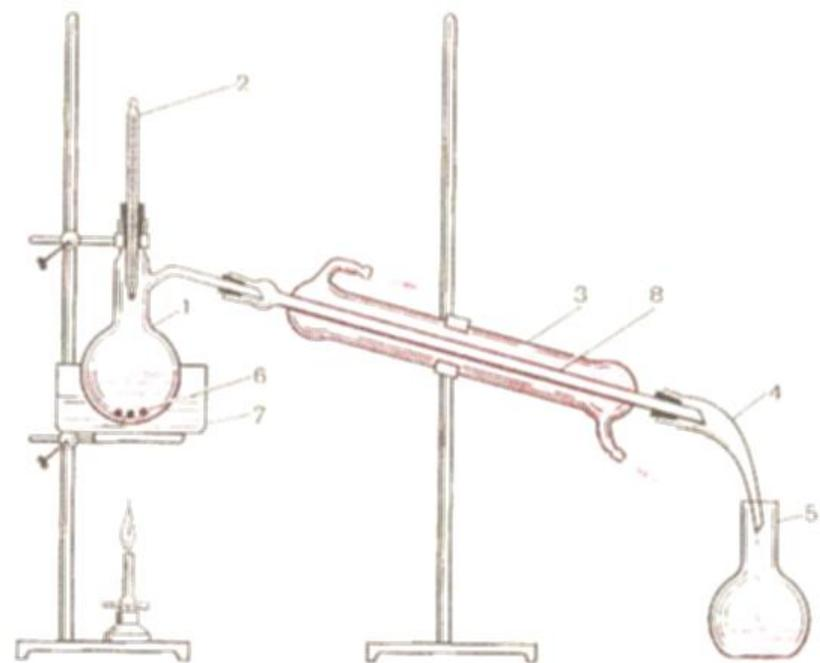

Рис.12. Прибор для простой перегонки при атмосферном давлении. Объяснение в тексте.
Прибор для простой перегонки (рис. 12) состоит из перегонной колбы, обычно — колбы Вюрца (1), снабжённой термометром (2), нисходящего холодильника (3), алонжа (4) и приемника (5). Колба заполняется перегоняемой жидкостью не более чем на $\frac{2}{3}$ объема. Во избежание перегрева и толчков жидкости во время кипения в колбу перед началом нагревания помещают «кипятильники» (6), т. е. 2—3 кусочка пористого материала размером со спичечную головку (пемза, неглазурованный фарфор, фаянс). Шарик термометра должен находиться ниже отвода перегонной колбы на 5 мм. Нагрев колбы осуществляют на бане (7), заполненной подходящим теплоносителем.